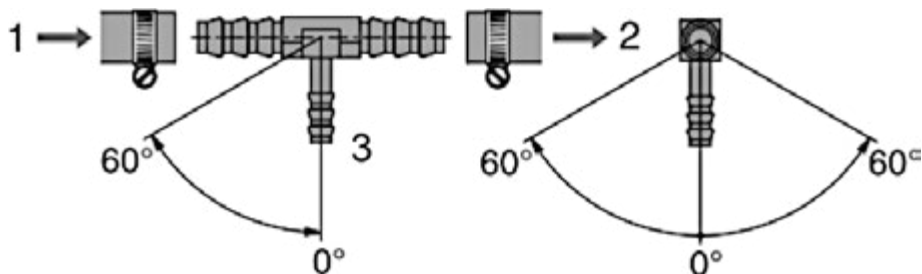

Fig. 36
- Débranchez la conduite de carburant du véhicule et insérez les deux ouvertures les plus épaisses de la jonction en T dans les deux extrémités créées Fig. 36 (1) (2) de la conduite de carburant.
- Branchez ensuite la conduite de carburant de l'appareil de chauffage à l'aide d'un manchon en caoutchouc sur la sortie mince Fig. 36 (3) qui n'est pas encore utilisé de la jonction en T.